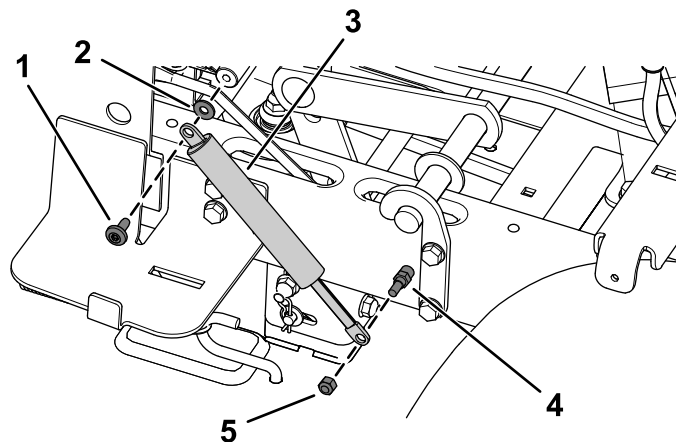

Figura 4
3. Rimuovete la vite a perno e la rondella che fissano la parte superiore dell'ammortizzatore (Figura 4).
4. Mentre tenete fermo lo spinotto dell'ammortizzatore con una chiave, smontate il dado di bloccaggio (1/4") che fissa il fondo dell'ammortizzatore (Figura 4).
5. Fissate la parte superiore del nuovo ammortizzatore con la vite a perno e la rondella rimosse in precedenza (Figura 4).
6. Fissate la parte inferiore del nuovo ammortizzatore con il dado di bloccaggio ($\frac{1}{4}$ " precedentemente rimosso come mostrato nella Figura 4.